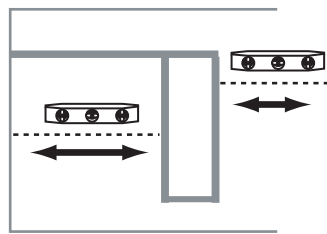

FIG. 4.1
2. Trace una línea de nivel a la par con la longitud del estante para todos los estantes **INFERIORES (D)** en la pared trasera del armario (Fig. 4.1).